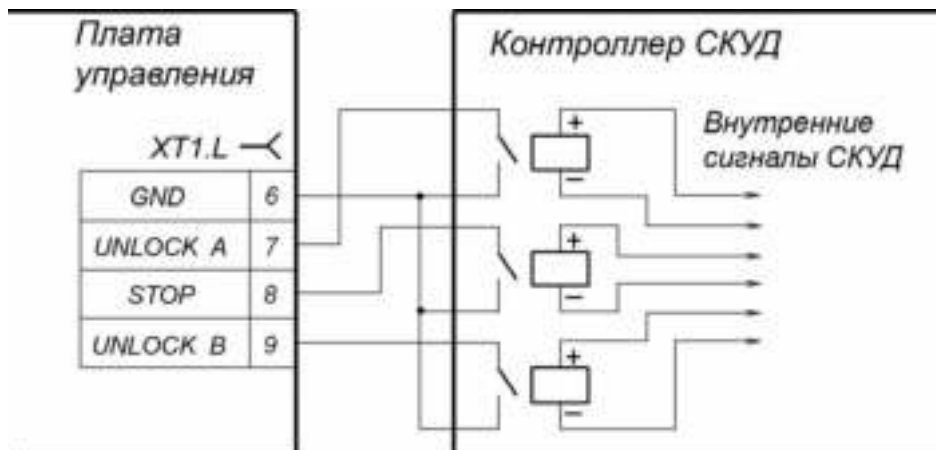

Рисунок 6 Управляющие элементы внешнего устройства – нормально разомкнутый контакт реле
5.4.2 Управление турникетом осуществляется подачей на контакты клеммной колодки *XT1.L* *Unlock A*, *Stop* и *Unlock B* сигнала низкого уровня относительно контакта *GND*, при этом управляющим элементом могут быть нормально разомкнутый контакт реле или схема с открытым коллекторным выходом. Аварийное открытие прохода турникета осуществляется снятием с контакта *Fire Alarm* сигнала низкого уровня относительно контакта *GND*, при этом управляющим элементом может быть нормально замкнутый контакт реле или схема с открытым коллекторным выходом (см. рис. 6 и 7).